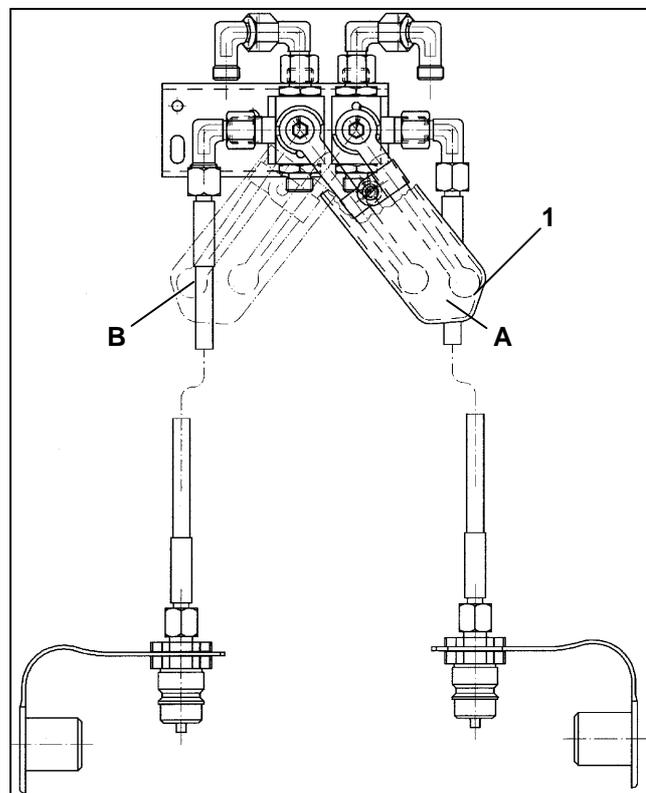

Fig. 8.5
- Schalthebel in Pos B (Fig. 8.5) und linken Seitenausleger einklappen - durch Betätigung des Steuergerätes auf dem Schlepper
- Schalthebel in Pos. A schwenken (Fig. 8.5) und rechten Seitenausleger einklappen - durch Betätigung des Steuergerätes auf dem Schlepper.